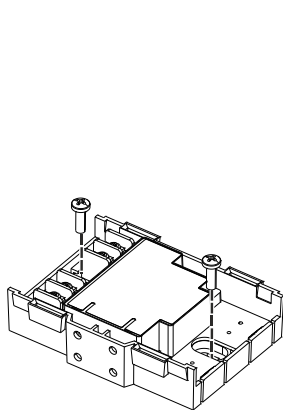

Fig. 9
- Instalação diretamente em um gabinete ou na central: montar o módulo em uma superfície lisa (Fig.9).
2. Fixe o módulo com dois parafusos na caixa (Fig. 9/10).